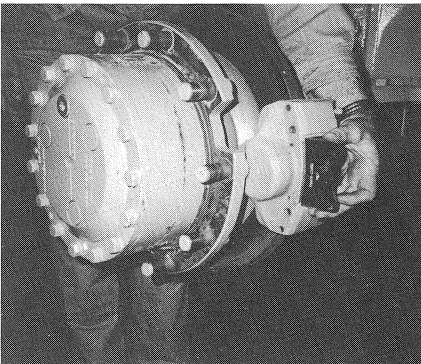

Bild 53
- (5) Bremsklötze herausziehen (Bild 53).
- (5) Draw out brake pads laterally (Fig. 53).
- (5) Retirer latéralement les plaquettes de frein (fig. 53).